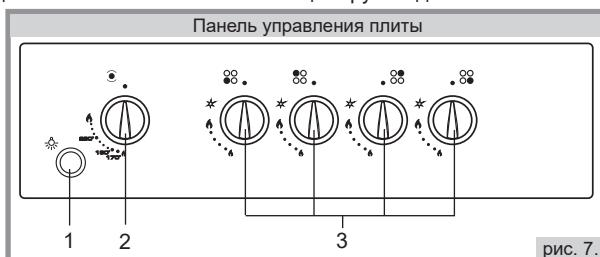

рис. 7.
- На рисунке панели управления (рис.7) присутствуют элементы комфорта, которые могут присутствовать на панелях различных моделей плит. Для Вашей плиты перечень элементов указан в таблице комфорта моделей плит на обложке настоящего руководства.